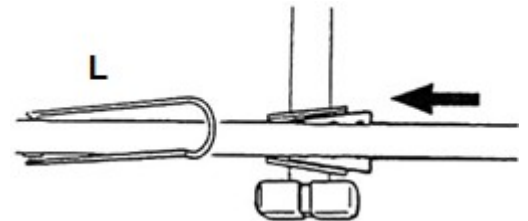

Figura 7
- a. Introduceți placa conică de pe cadrele din față în locașul conic de pe roți. (Figura 7)